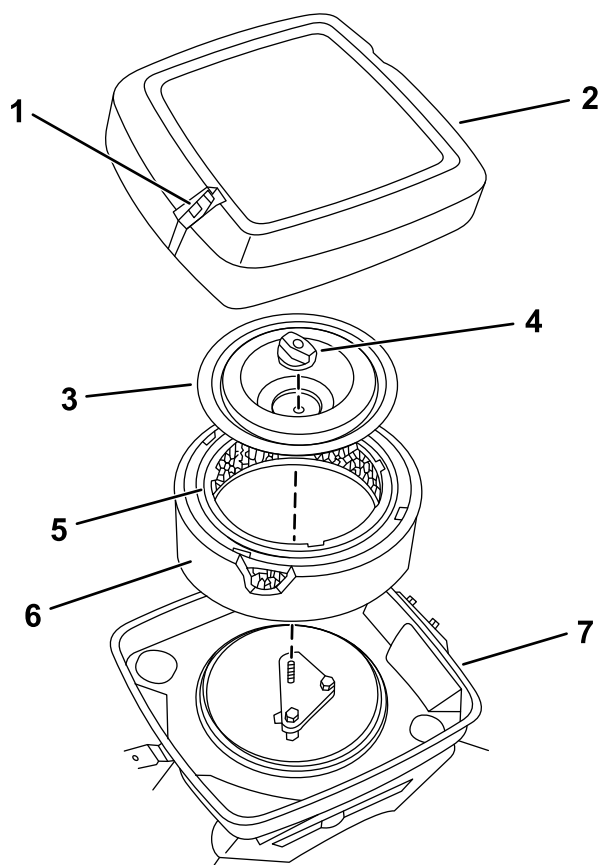

Figure 67
2. Sortez le préfiltre en mousse de l'élément en papier (Figure 67).
2. Décrochez les clips du couvercle du filtre à air et déposez le couvercle (Figure 67).
3. Déposez le bouton et la plaque (Figure 67).
5. Installez le nouveau préfiltre en mousse sur la nouvelle cartouche (Figure 67).
6. Installez le filtre à air, la plaque et le bouton sur le boîtier (Figure 67).
7. Reposez le couvercle et fixez-le en place avec les clips (Figure 67).